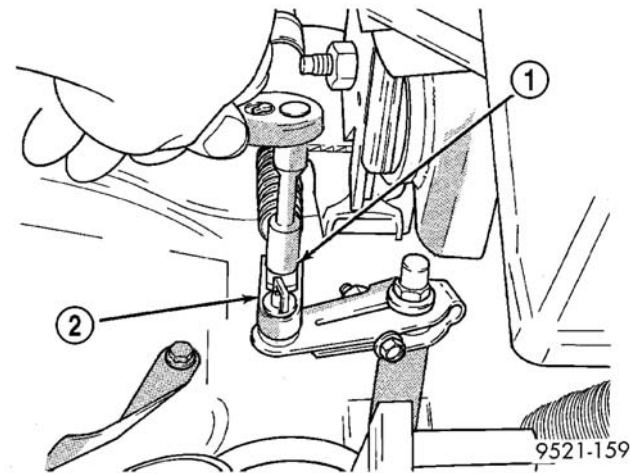

图 181 换档拉线调整
- （3）松开变速驱动桥操纵杆上的拉线调整螺钉（图 181）。